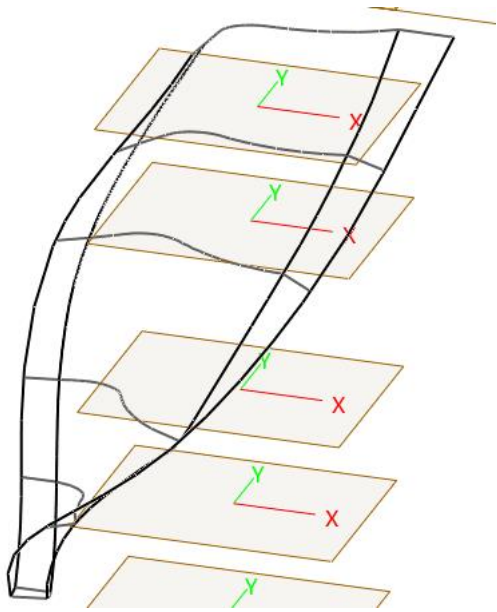

图 10-8 截面线
(5) 用所绘制的基准面和截面线绘制草图，如图 10-8 所示。